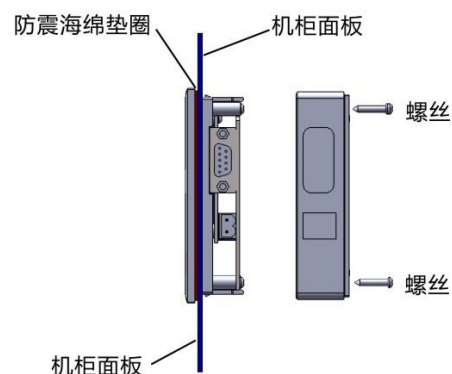

图 2
- ①从保护垫中取下垫圈。
- ②将提供的垫圈放到 TD4S 的前面板（如上图 2）。
- ③将前面板装入安装面板上已经开好的孔。
- ④用从后面板上卸下的螺丝将后面板固定到 TD4S 的前面板上。确保拧紧螺丝。